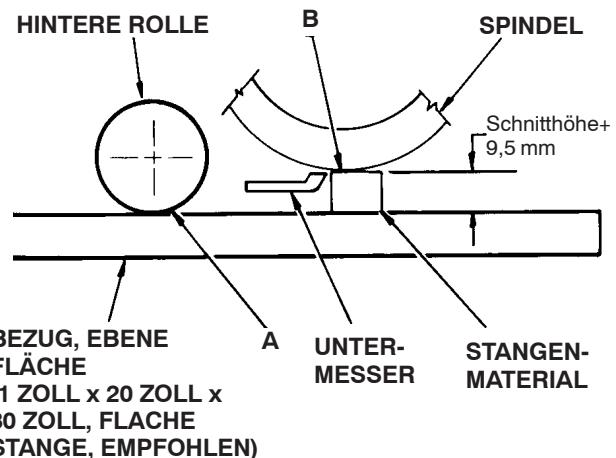

**Bild 15**
1. Lassen Sie den Motor an und senken Sie die Mähwerke auf eine ebene Fläche ab, z. B. eine Spanplatte von 3/4 Zoll oder 1 Zoll (Mindestgröße 20 Zoll x 30 Zoll). Stellen Sie den Motor ab und ziehen Sie den Zündschlüssel ab. Arretieren Sie die Mähwerke in der fixierten Stellung. Lösen Sie hierfür die Klemmmutter am Arretierstift (Bild 14) und schrauben Sie einen Schraubstift in das Loch am Dreharm (Bild 15). Ziehen Sie die Mutter fest, um die Einstellung zu arretieren. Heben Sie die vorderen Rollen an, sodass sie die ebene Fläche nicht berühren.
- Arretieren Sie jedes Mähwerk in der fixierten Stellung (siehe Mähwerkausrichtung, Bild 15). Stellen Sie die Spindel zum Untermesser und die Schnitthöhe ein.